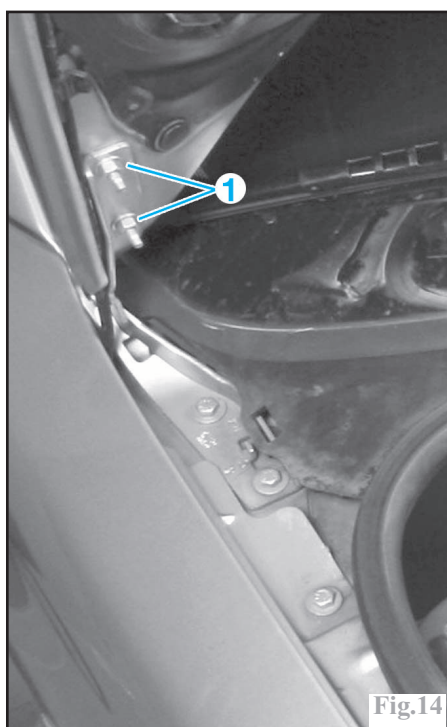

Fig.14
Déposer les fixations (1) (Fig.14) de chaque côté.